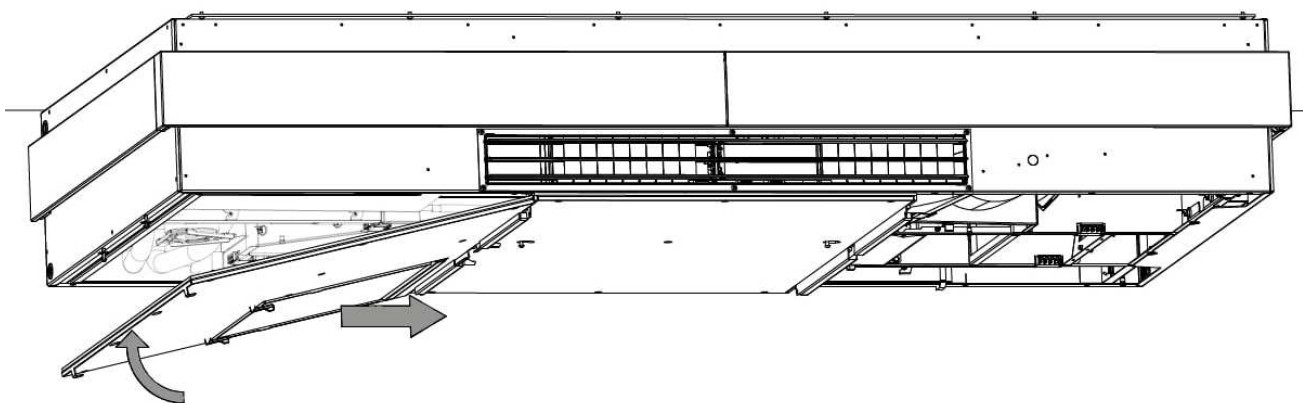
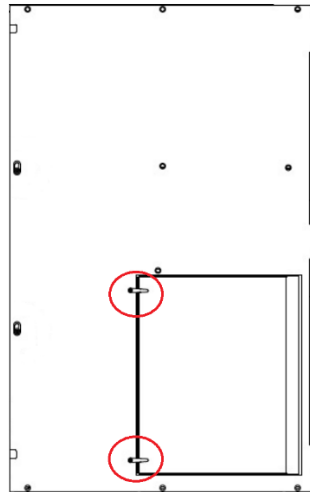

Abbildung 38: Anheben der linken Seitenplatte auf die Scharniere
Abbildung 39: Die Scharniere der Filterklappe müssen geschlossen sein
6. Heben Sie die linke Platte nach oben und auf die Scharniere der mittleren Stahlplatte, siehe Abbildung 38 unten. Stellen Sie sicher, dass die Scharniere der Filterklappe geschlossen sind, bevor Sie die Stahlplatte nach oben heben, siehe Abbildung 39.